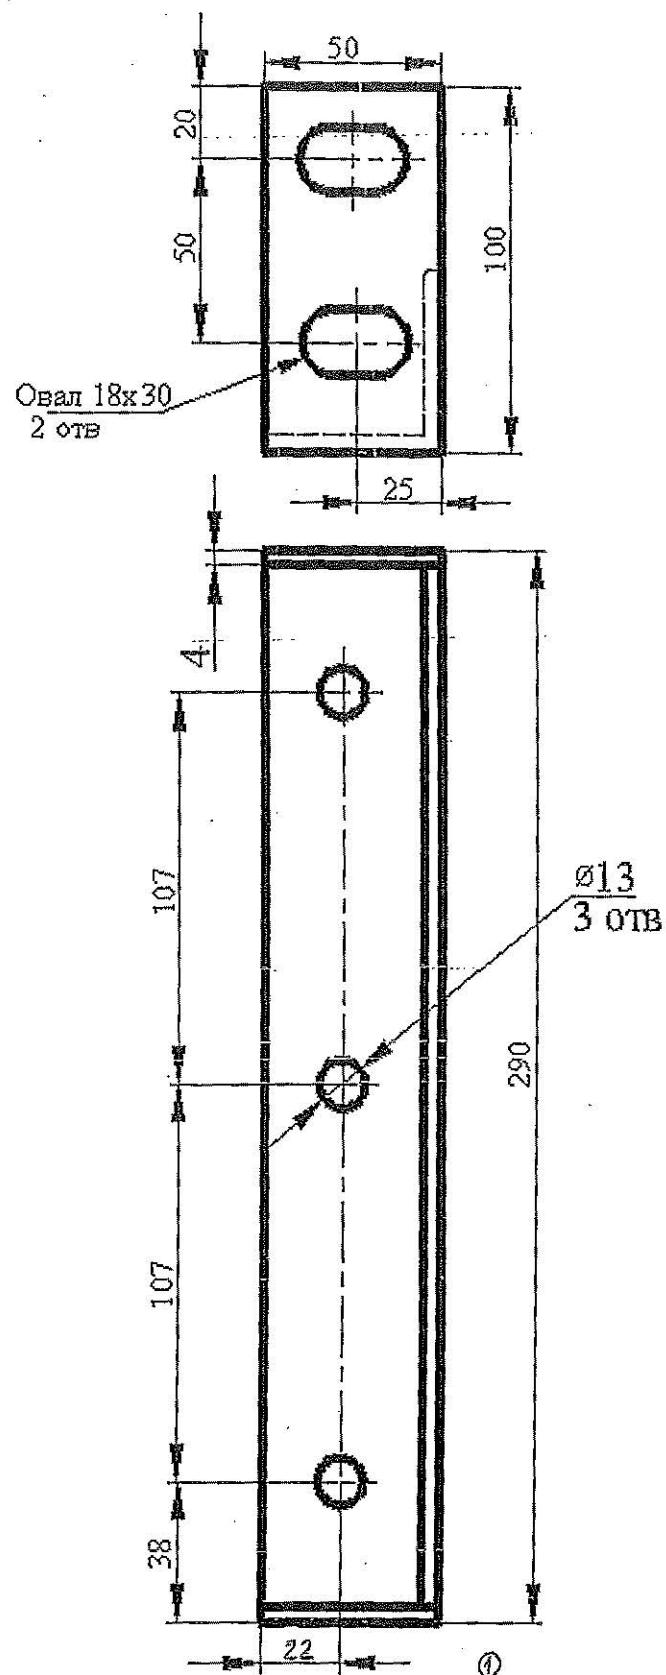

Рисунок 8
- 2.2.8 Для упрощения установки приводов ПДМ на действующих участках при замене приводов старой конструкции (УМП, ПДЖ, ПДВ) в комплекте с приводом ПДМ поставляется переходной кронштейн (см. рисунок 8).